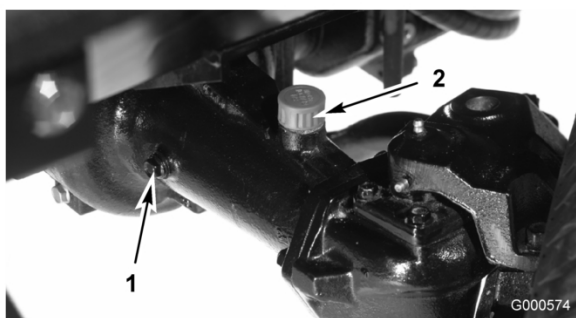

Figure 44
2. Enlevez un bouchon de contrôle à une extrémité du pont arrière (Figure 44) et vérifiez que le lubrifiant atteint la base de l'orifice. Si le niveau est bas, enlevez le bouchon de remplissage (Figure 44) et ajoutez suffisamment de lubrifiant pour rectifier le niveau.